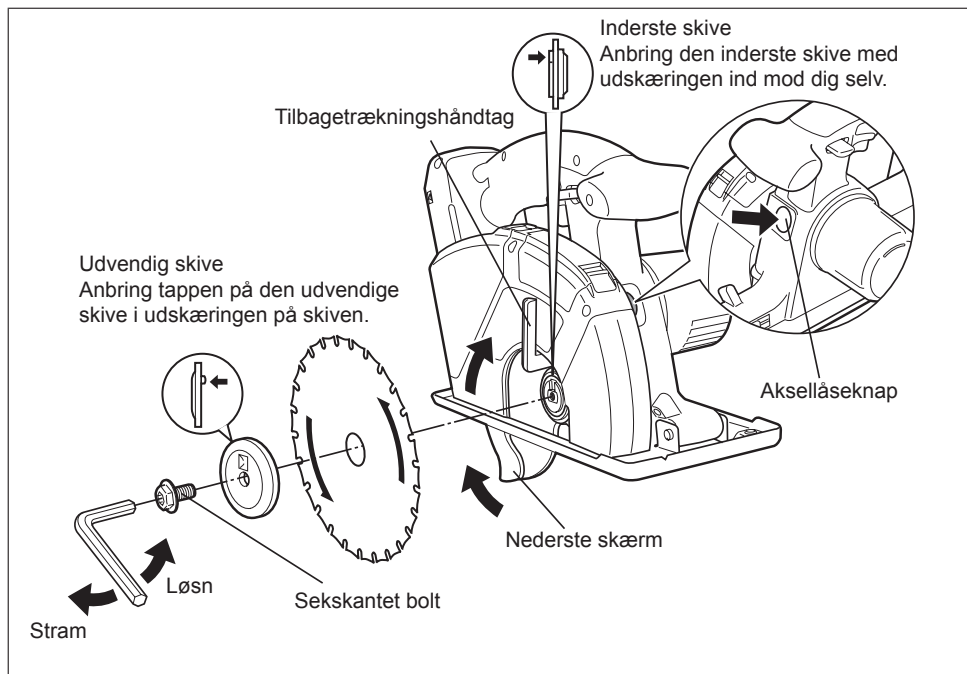

Fig. 6
Kontroller at den sekskantede bolt er ordentligt sikret. (Se Fig. 6.)
4. Montér klingen, som vist ovenfor. (Se Fig. 6.) Kontrollér at både klingens retning og retningsspilen på den gennemsigtige klingebeskytter peger i den samme retning.